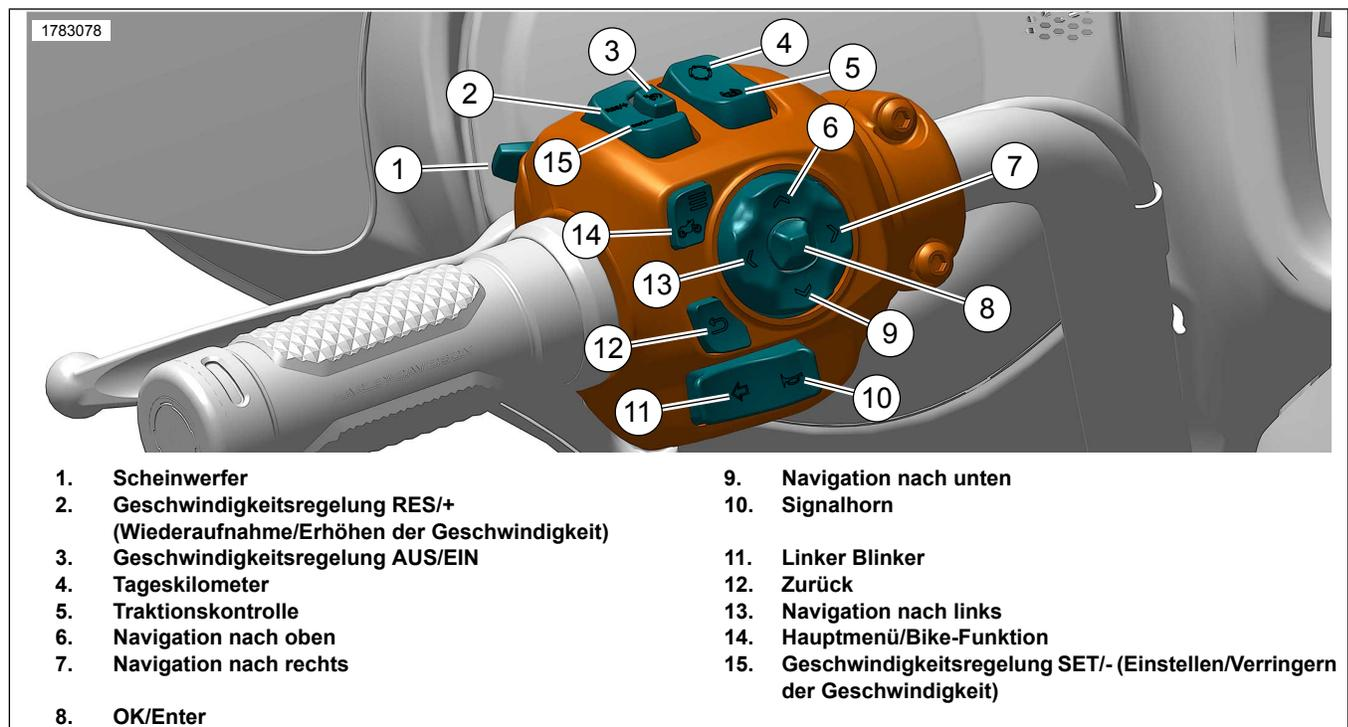

Abbildung 2. Linkes Handbedienmodul (LHCM)
1. Siehe Abbildung 2. Modelle mit Infotainment-Steuereinheit (IFCU):
- f. Die Fahrzeugfunktionen (14) über das Linkes Handbedienmodul (LHCM) öffnen.